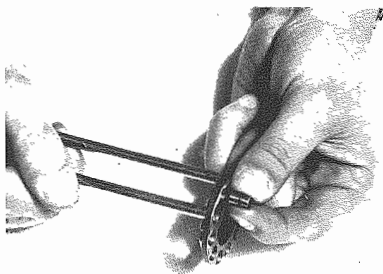

Fig. 144 - il grano va montato dalla parte interna
- Servendosi dei grani di posizionamento n. 24 (**Fig. 144**), rimontare gli innesti a flangia col grano inserito. Serrare il dado di bloccaggio alla coppia prescritta (vedi pag. 1-7).
NOTA - Il grano va montato dalla parte interna dell'innesto a flangia estraibile (**Fig. 144**).
- With the help of positioning dowels No. 24 (**Fig. 144**), refit flange retainer with the dowel assembled. Tighten the locking nut at the given tightening torque (see page 1-7).
NOTE - The dowel must be fitted from the inner part of the removable flange (**Fig. 144**).